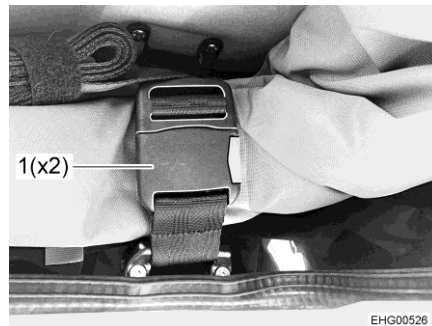

Fig. 52 Boucle de fermeture de sangle
- Ouvrir les deux boucles de fermeture de sangle (Fig. 52,1).